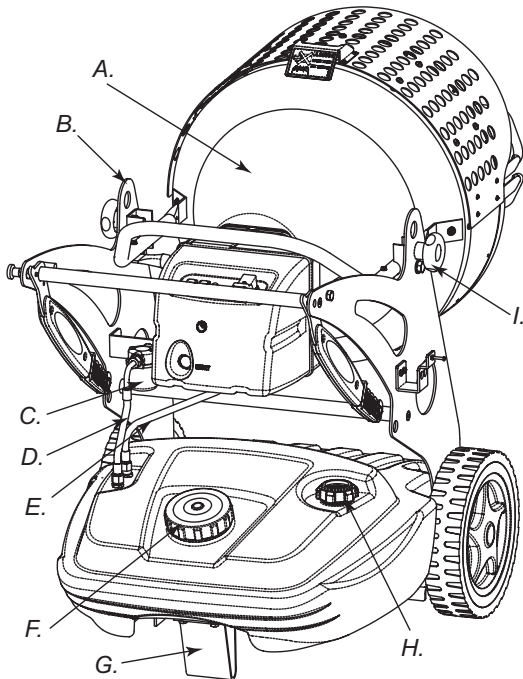
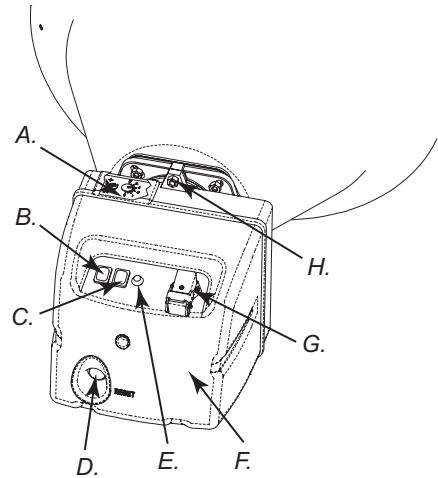
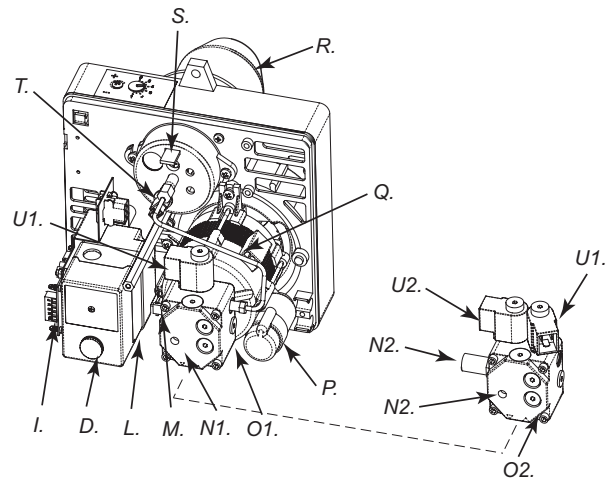
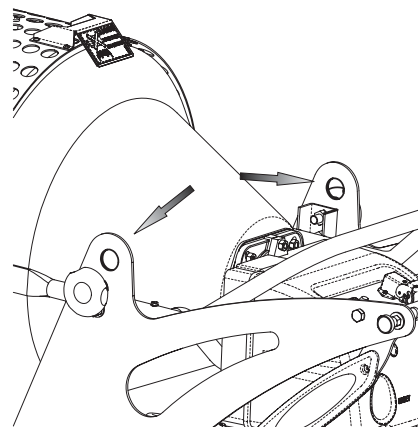

Figure 3 - Modèle XL 9 vue postérieure.
Figure 5 - Fonctions du XL9.
Figure 6 - Pièces du brûleur XL9.
Figure 7 - Crochets afin d'augmenter XL9.
Mettre l'interrupteur (B Fig. 5) sur la position ON ; la période de pré-ventilation démarre environ 10 secondes après le début de la combustion.
AVERTISSEMENT: Avant d'actionner le générateur, vérifiez que l'interrupteur (C Fig. 5) soit éteint (position ).
Allumez (pièce B Fig. 5) dans la position ON (I). La phase de pré-ventilation démarre, et après 10 secondes environ la combustion commence aussi. Pour obtenir une potentialité maximale il faut allumer (C Fig. 5) - position  .
Mettre l'interrupteur (B Fig. 5) sur la position OFF ou agir, si connecté, sur le thermostat ou sur le dispositif de contrôle (minuterie), en le réglant de façon adéquate. La flamme s'éteint et la ventilation persiste jusqu'à l'achèvement du cycle de post-ventilation (refroidissement).
Le générateur est doté d'un système de sécurité (L Fig. 6) pour le contrôle de la flamme. Si on constate une ou plusieurs anomalies au cours du fonctionnement, cet appareillage provoque le blocage du brûleur et l'allumage du voyant du bouton RESET (D Fig. 5 o 6).
ATTENTION: avant de soulever ou de déplacer la machine, s'assurer que les bouchons du réservoir (F et H Fig. 3) soient bien fermés.
Le générateur peut être facilement transporté d'une pièce à l'autre, tout comme il peut être soulevé et placé à différents niveaux, grâce à des anneaux de fixation spéciaux (B Fig. 3 ou Fig. 7). Il est donc possible de fixer la machine et de la soulever pour la placer aux endroits où l'on doit chauffer, décongeler et sécher.
- Démontez le coffre du brûleur (C Fig. 5), identifier la pompe du brûleur (O Fig. 6);
- Dévisser la vis (H Fig. 5) qui bloque le brûleur (A Fig. 3) à la chambre de combustion;
- Extraire le brûleur de la chambre de combustion (A Fig. 3);